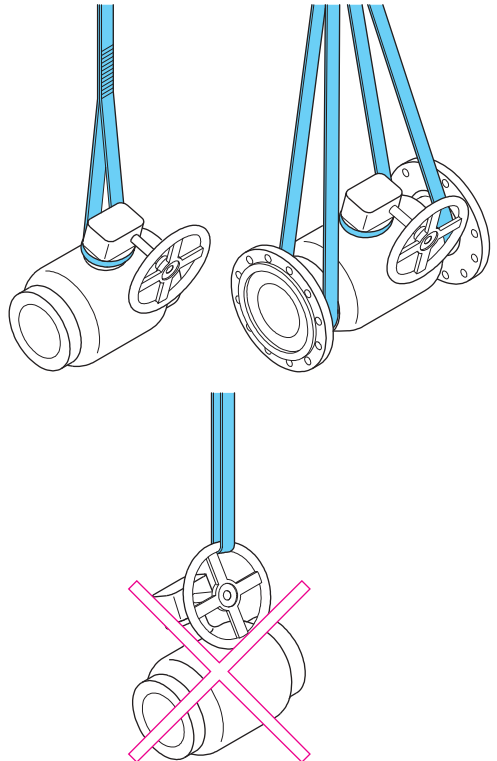

Abbildung 2. Heben des Ventils.
Verwenden Sie für das Anheben der großformatigen Ventile stets Hubseile. Es ist nicht erlaubt, das Ventil am Antrieb oder an der Welle anzuheben (siehe Abbildung 2).
- Das Ventil oder die Ventileinheit dürfen nicht am Antrieb angehoben werden. Wenn das Ventil mit Hebeösen ausgestattet ist, verwenden Sie diese (siehe Abbildung 2). Das Fallenlassen bzw. unsachgemäße Heben des Ventils kann zu Personen- oder Geräteschäden führen.
- Verwenden Sie ausschließlich eine der zulässigen – wie in Abbildung 2. gezeigten – Hebetechiken.